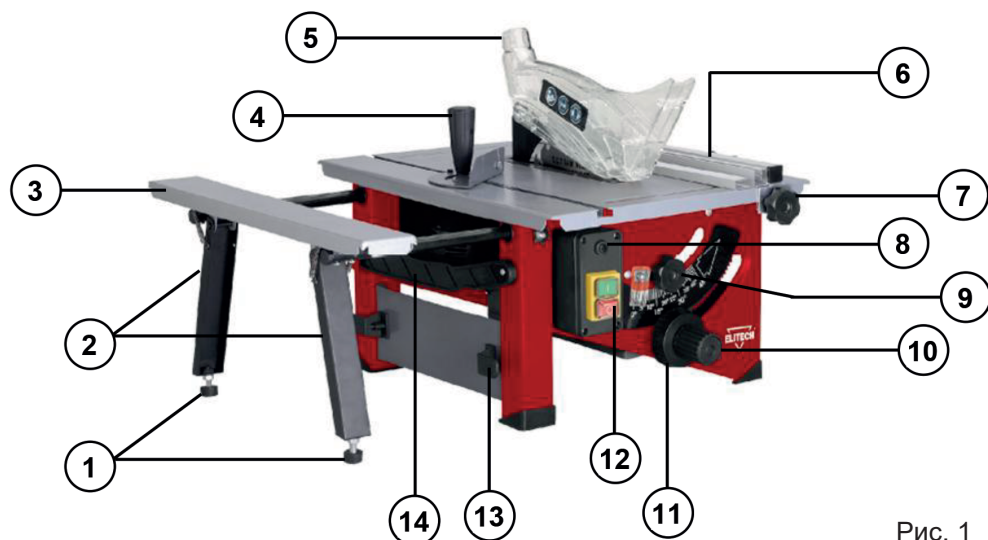

Рис. 1
1. Установите пильный диск в верхнее положение с помощью ручки 10 (Рис. 1).
Вращайте колесо 10 (Рис. 1) против часовой стрелки для увеличения глубины распила, и по часовой для уменьшения.
1. Для выбора нужного угла распила вращайте колесо 11 (Рис. 1), от «0», до 45°
2. Для фиксации положения используйте фиксатор 9 (Рис. 1).
1. Установите параллельную планку на станок и зафиксируйте ее ручками фиксации параллельного упора (рис. 1).
1. Вставьте направляющие стержни в отверстия на раме станка (рис. 1) установите на торцы стержней фиксаторы.
4. Отрегулируйте высоту удлинителя стола регулировочными ножками (рис. 1)
Для включения пилы нажмите зелёную кнопку «I» на выключателе 7 (Рис. 1)